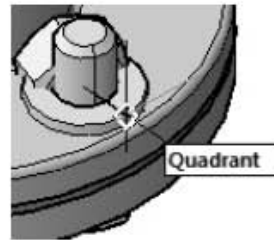

Рис. 12.28. Выбор второй точки на шайбе
25. Укажите вторую точку с привязкой Квадрант (Quadrant) – квадрант окружности верхнего основания шайбы (рис. 12.28).